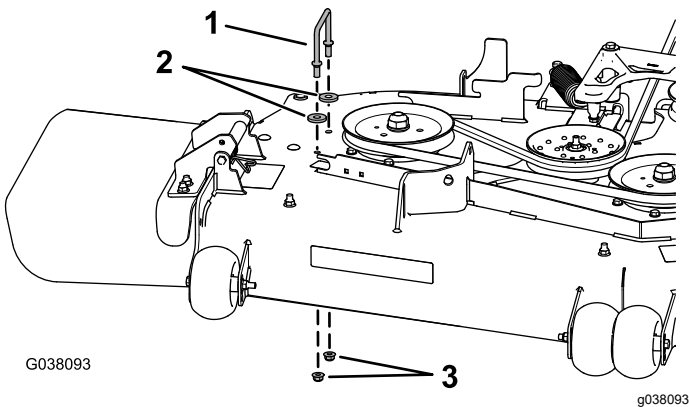

Figura 16
3. Rimuovete la staffa del copricinghia destro, 2 rondelle (solo per piatto di taglio da 152 cm) e 2 dadi flangiati dal piatto di taglio (Figura 16).